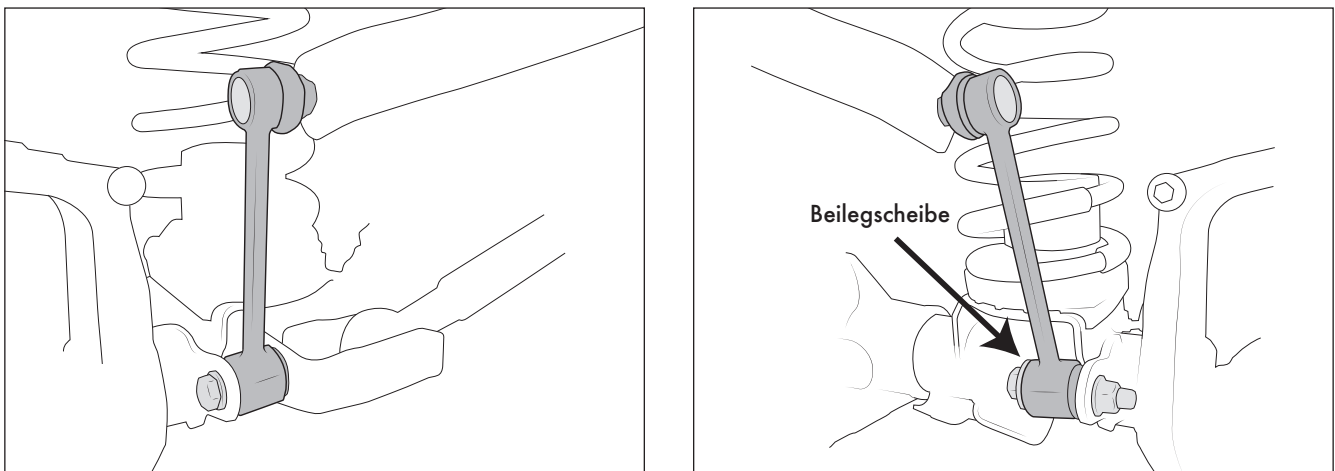

Abbildung 19
HINWEIS: Der obere Stift hat ein anderes Gewinde als der Rest des M12-Verbindungselemente in der Aufhängung - es handelt sich um eine „Standardsteigung“ im Vergleich zu einer „Feinsteigung“. (Abb. 19).
B. Die unteren Enden der Glieder werden an der originalen Stelle mit der Originalhardware befestigt. Unterlegscheibe nur an der Innenseite des Lenkers auf der Fahrerseite anbringen. (Abb. 19).